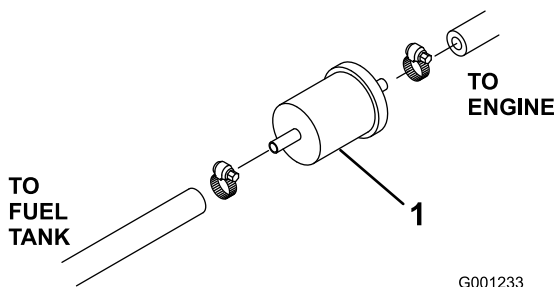

Bild 51
1. Klemmen Sie beide am Kraftstofffilter angeschlossenen Kraftstoffleitungen ab, die sich zwischen dem Kraftstofftank und der Benzinpumpe befinden, damit kein Kraftstoff ausströmen kann, wenn die Leitungen abgezogen werden (Bild 51).